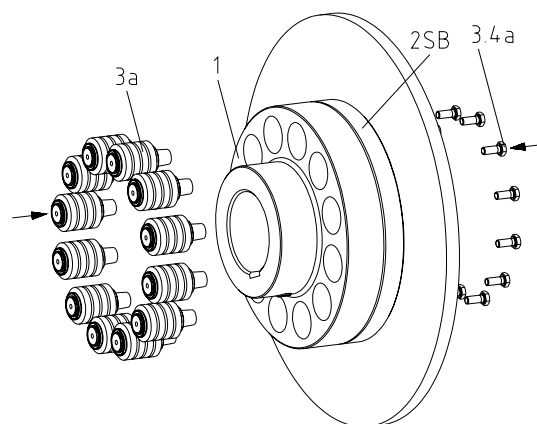

figura 11
- Inserte los pasadores (componente 3a) en el manguito parte 1 (componente 1) (ver figura 11).
- Atornille los pasadores a los tornillos hexagonales (componente 3.4a) y apretarlos según los pares de apriete especificados en la tabla 3 por medio de una llave dinamométrica (ver figura 11).